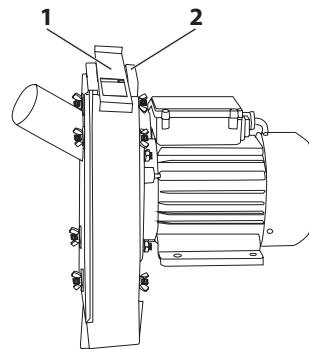

Рис. 7
- Установите заслонку (1) на корпус дробильного барабана машины (2) (Рис. 7).